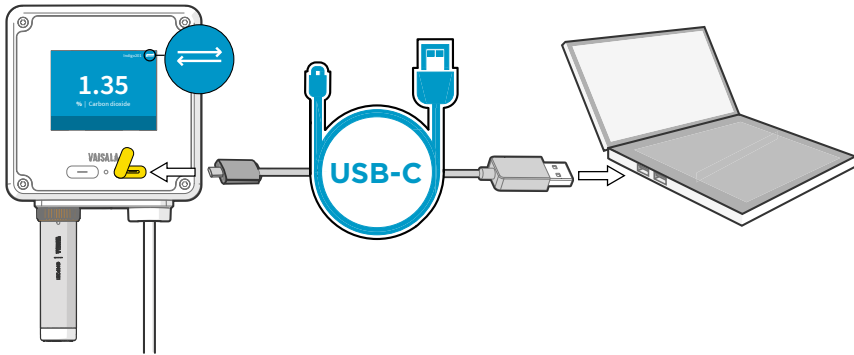

図 20 Indigo200変換器をInsightソフトウェアにUSB-Cケーブルで接続する
5. ディスプレイ付きの変換器モデルでは、USBケーブル接続がアクティブな場合、USB接続アイコン（図 20 (ページ 56) を参照）が変換器ディスプレイの右上隅に表示されます。